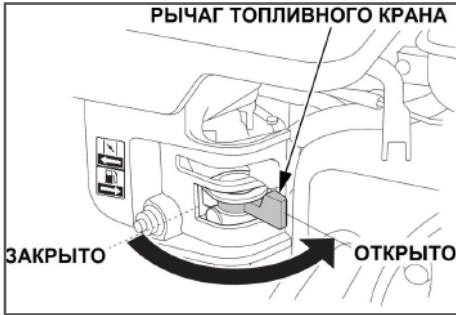

Рис. 13 Рычаг топливного крана
4. Откройте топливный кран переводом рычага вправо (Рис. 13).